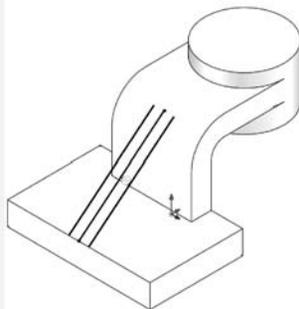

图 5-8 建立筋
③ 设置【拉伸方向】为【平行于草图】,如图 5-8 所示,单击【确定】按钮。